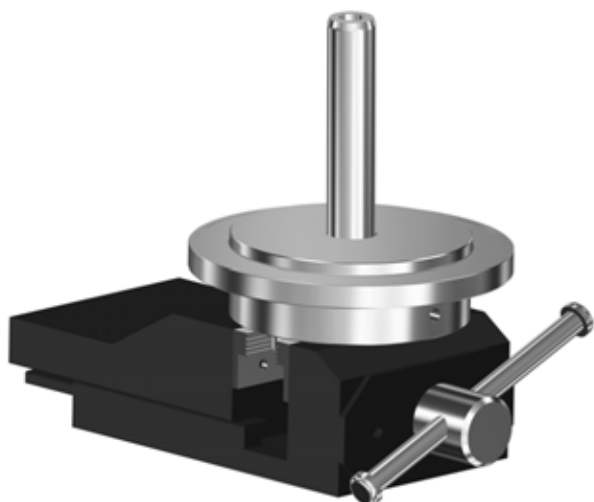

Рис. 30 Приспособление L, установленное в зажимном устройстве
2. Установите приспособление L в зажимное устройство. См. рис. 30.